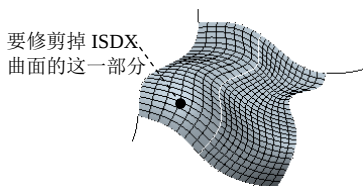

图 10.4.26 选择要修剪掉的 ISDX 曲面部分
(4) 单击  图标后的  单击此处添加项 字符，选取图 10.4.26 所示的要剪掉 ISDX 曲面部分。